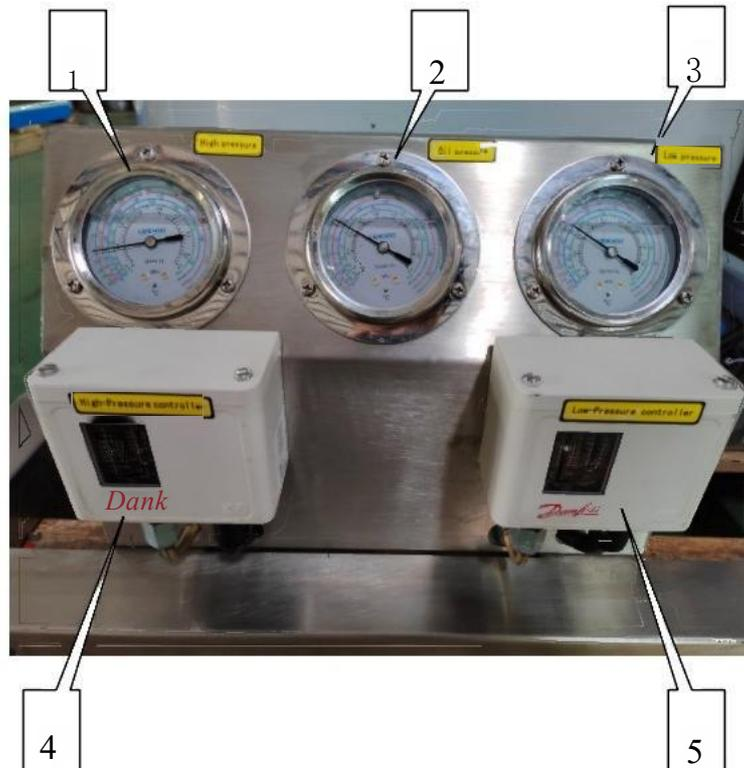

Figura 4.2 Panel de caja eléctrica pequeña dividida Figura 4.2 Dividir el panel de caja pequeña
4.4.2 Introducción al panel de operación de la caja eléctrica pequeña dividida de la caja de control eléctrica (Figura 4.2)